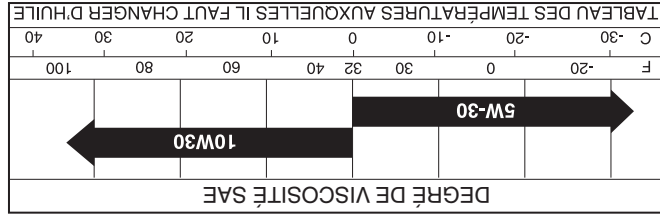

Fig. 15
- (Voir les Figs. 15 et 16) - Déterminez la gamme de températures prévue avant le changement d'huile. Toute l'huile doit avoir la classification API SG-SL. Assurez-vous que le tracteur soit stationné sur un terrain plat.